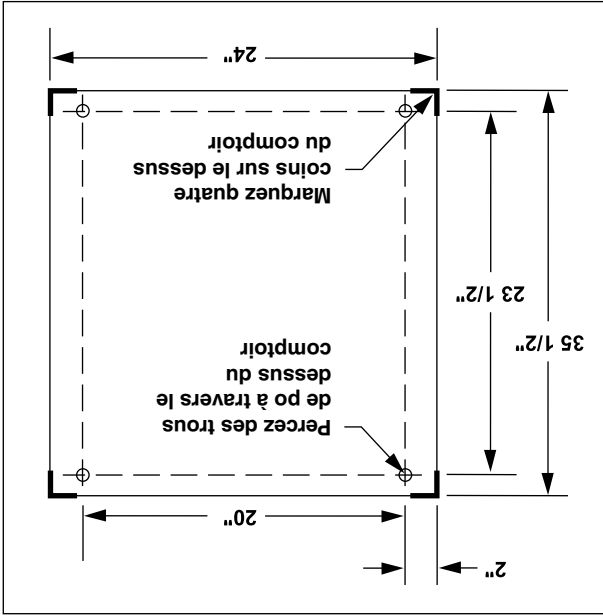

Figure 1
1. Placez le cuisEUR à l'endroit souhaité sur le comptoir et marquez les quatre coins. Retirez l'appareil et percez des trous de 1/2 po (12,7 mm) tel qu'illustré à la figure 1.